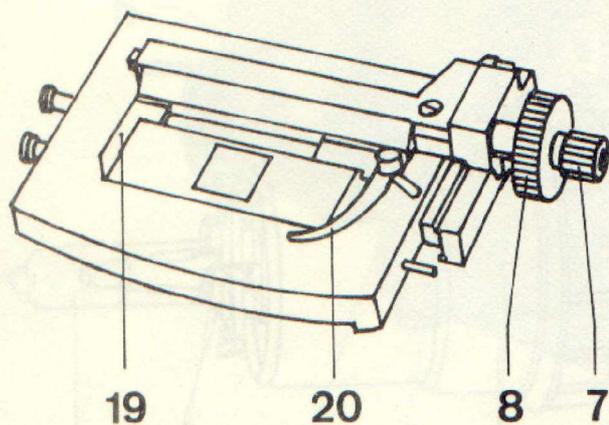

Fig. 5
a) Objekttisch mit normalem Objektivführer, siehe Fig. 5.